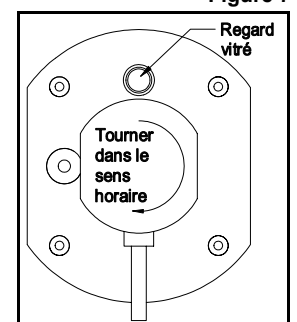

Figure 8
8. Tourner le ballast au maximum dans le sens horaire en le maintenant appuyé contre le support. (Voir la Figure 8)